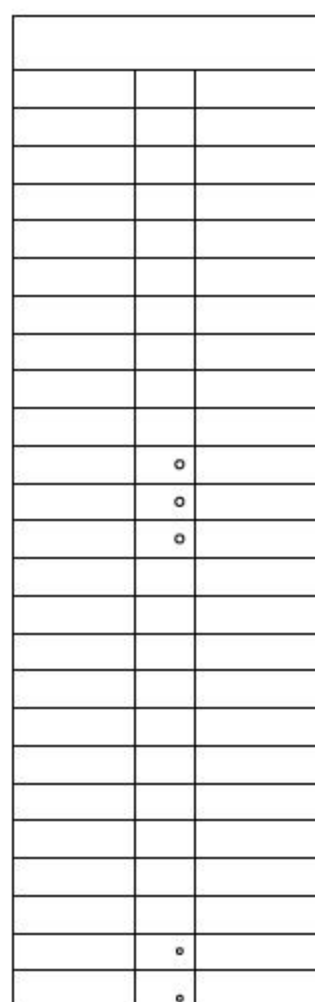

图10-46 绘制端子
- 01 调用C【圆】命令，在表格中分别绘制半径为12、8的圆形来表示端子，结果如图10-46所示。